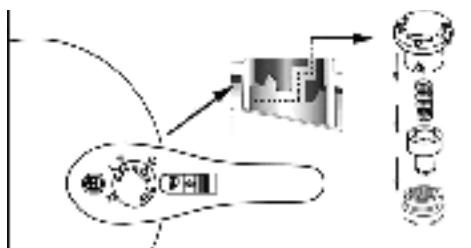

Fig.13
Demontarea specială se efectuează după cum urmează (Fig.13)
- - prezentat în Fig. 13, apoi curătați-le;
Supapa de presiune de lucru: scoateți supapa de presiune manual și curătați-o (vezi Fig.13)